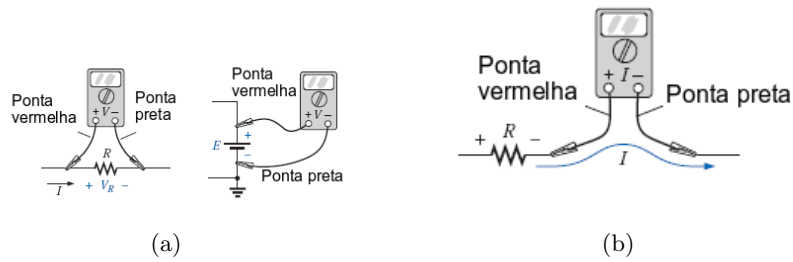

Figura 33: Medição de tensão (a) e de corrente (b)
- A medição de tensão é realizada em paralelo, conforme apresentado na Figura 33(a).
- A medição de corrente é realizada em série, conforme apresentado na Figura 33(b).